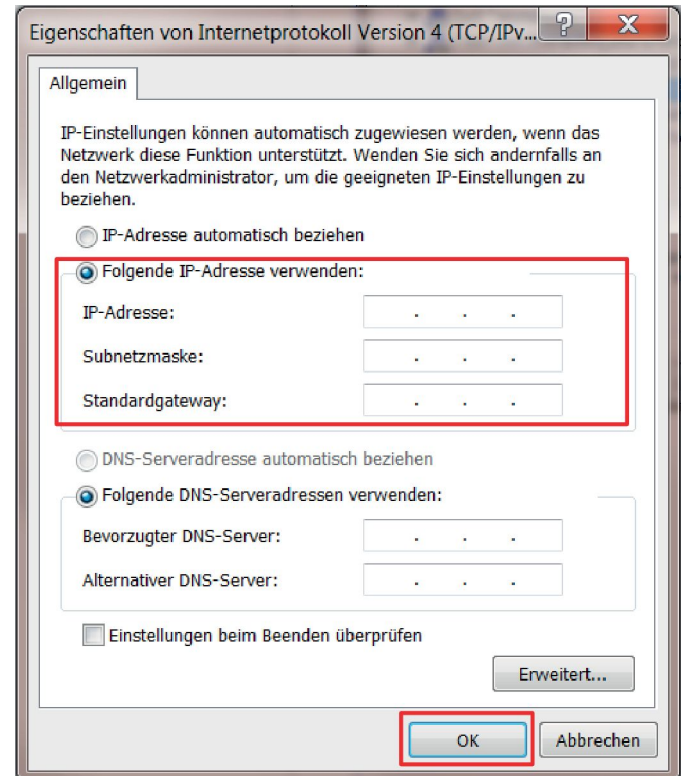

Abb. 46: Eigenschaften von Internetprotokoll Version 4 (TCP/IPv4)
7. ▶ Die Option „Folgende IP-Adresse verwenden:“ ( Abb. 46 ) markieren, IP-Adresse, Subnetzmaske sowie Standardgateway eintragen und mit „OK“ auswählen.